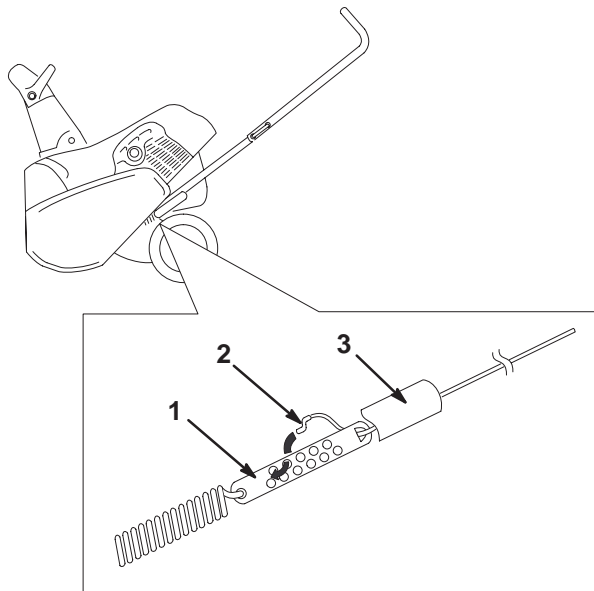

Bild 18
2. Schieben Sie die Federabdeckung auf dem Kabel hoch und legen Sie die Kabeleinstellung frei (Bild 18).